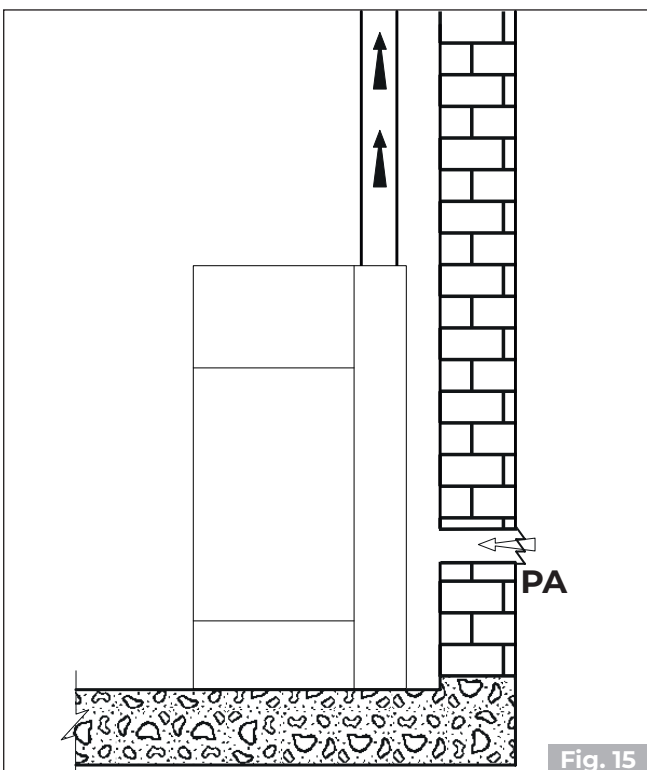
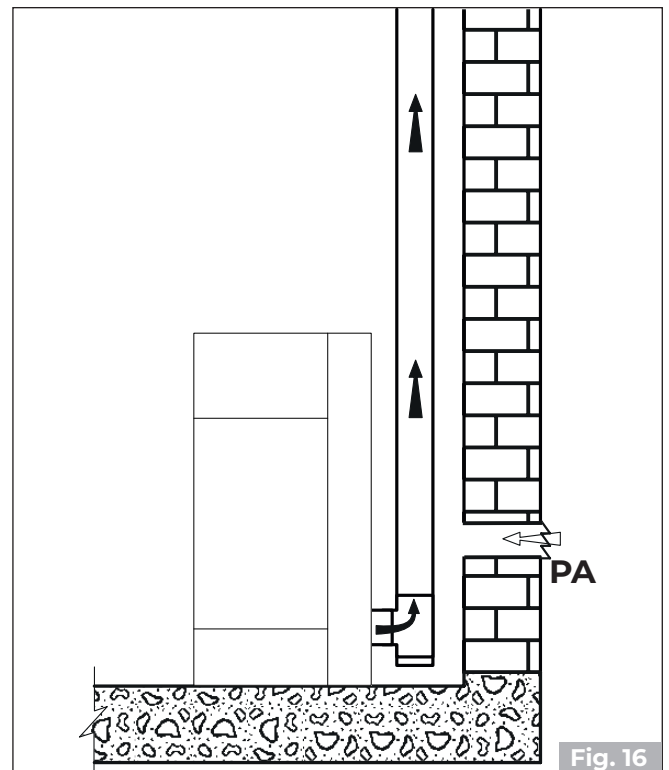

Fig. 15
Fig. 16
- provenire dall'ambiente di installazione o da adeguati locali attigui **"Fig. 15"** e **"Fig. 16"**. Nel caso di riverbero del prodotto durante il funzionamento, è necessario utilizzare l'apposito kit per garantire il corretto funzionamento dell'apparecchio.
Realizzare la presa d'aria sulla parete ("Fig. 15" e "Fig. 16" - PA = Presa d'Aria), e lasciare che l'apparecchio sia libero di prelevare aria in ambiente avendo cura di collegare sul tubo di ingresso dell'aria il tratto di tubo corrugato, qualora venga fornito, fissandolo con la fascetta e piegandolo leggermente verso il basso al fine di prevenire eventuali effetti di risonanza.